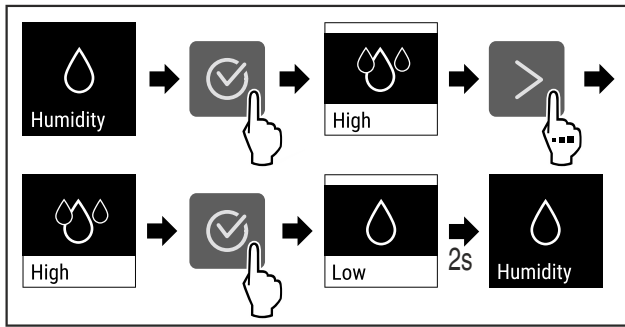

Fig. 75
- ▶ Izvedite zahtevane korake (glejte Fig. 75) .